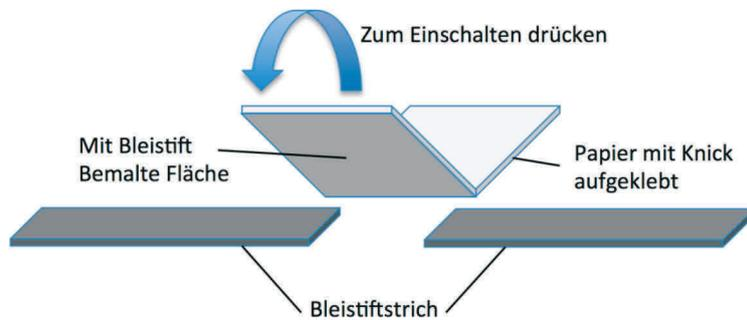

Bild 7 Einfacher Papierschalter
- Bemale jetzt ein Stück Papier, das die Lücke gut überbrückt, auf der einen Seite zur Hälfte mit dem 8B-Stift und klebe die freie Hälfte so auf das Blatt, dass Graphit und Graphit aufeinander treffen. Biege das freie Ende etwas nach oben (siehe Bild 7).